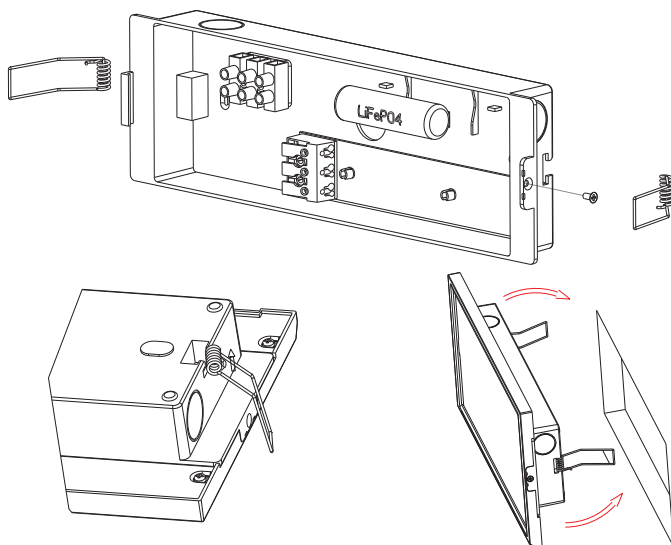

Рис. 2.
- 3.3. Закрепите панель в месте установки. Возможна установка накладным способом с помощью саморезов или встраиваемым способом (рис. 2).